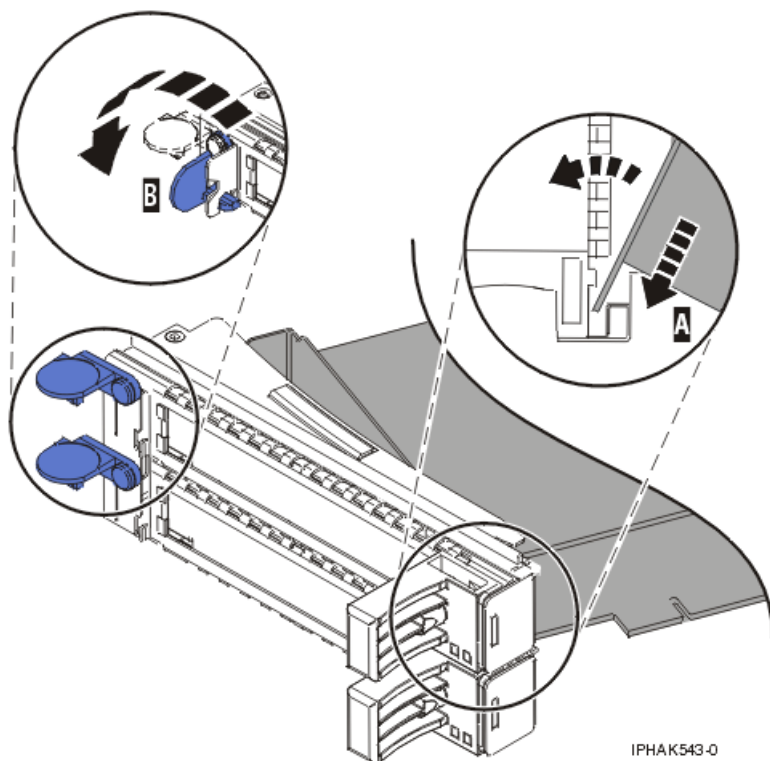
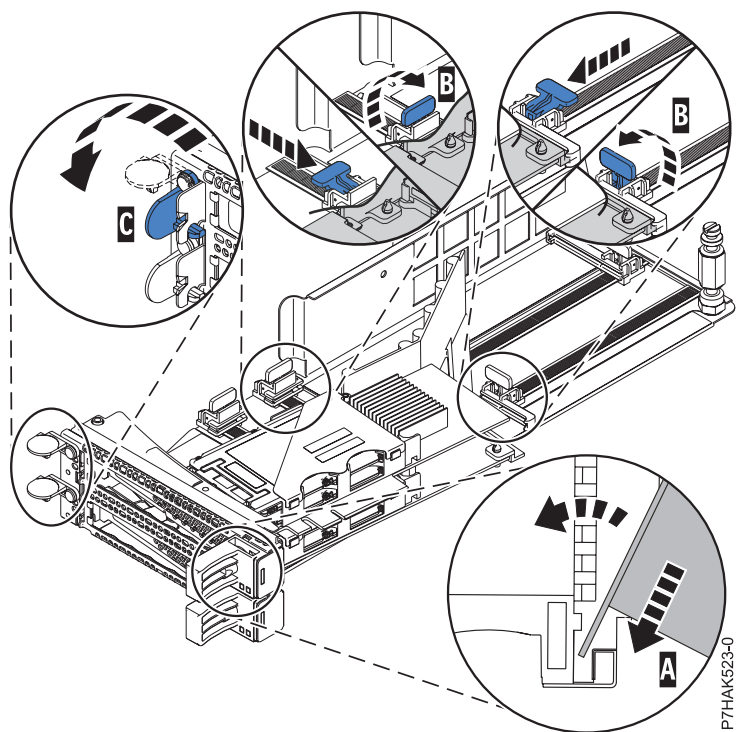

Figura 155. Adaptador que s'ha tornat a col·locar al casset d'adaptadors PCI
Figura 156. Substitució d'un adaptador PCIe RAID i SSD SAS en el casset d'adaptadors PCI
- a. Amb l'armella de la contrapunta en posició d'obert, inseriu l'adaptador amb fermesa al canal (**A**) de retenció de la contrapunta. Per a un adaptador PCI típic, consulteu Figura 155 a la pàgina 180. Per a un adaptador PCIe RAID i SSD SAS, consulteu Figura 156 a la pàgina 180.